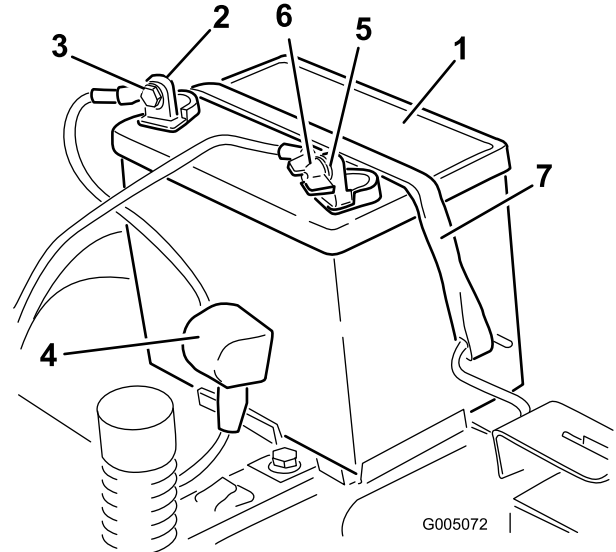

Bild 34
4. Klemmen Sie das Minuskabel (schwarz) vom Batteriepol ab (Bild 34). Bewahren Sie alle Befestigungen auf.
5. Schieben Sie die Gummiabdeckung am Pluskabel (rot) nach oben. Klemmen Sie das Pluskabel (Rot) vom Batteriepol ab (Bild 34). Bewahren Sie alle Befestigungen auf.
6. Nehmen Sie die Batterieklemme ab (Bild 34) und heben Sie die Batterie aus dem Ständer heraus.
1. Legen Sie die Batterie in den Ständer, wobei die Klemmen zur Betriebsstellung weisen (Bild 34).
5. Befestigen Sie die Batterie mit der Befestigung (Bild 34).